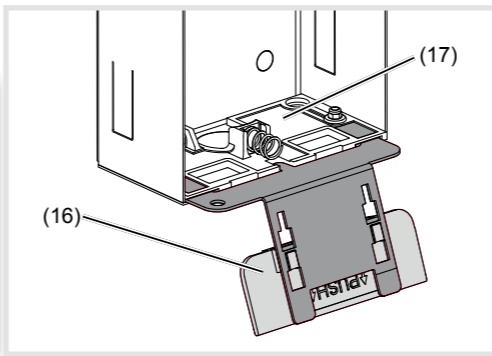

Figura 5: strumento di apertura inserito
(14) Angolo di appoggio degli elementi di fissaggio
- Inserire lo strumento di apertura (16) nell'alloggiamento dell'elemento di fissaggio inferiore (17) della scatola (figura 5).
(15) Strumento di apertura
(16) Elemento di fissaggio
- Fissare gli occhielli della fune di sicurezza (17) sul cardine superiore sinistro della stazione da porta e sull'elemento di fissaggio superiore (16) nella scatola. Collocare la stazione porta sullo strumento di apertura per l'installazione (figura 5).